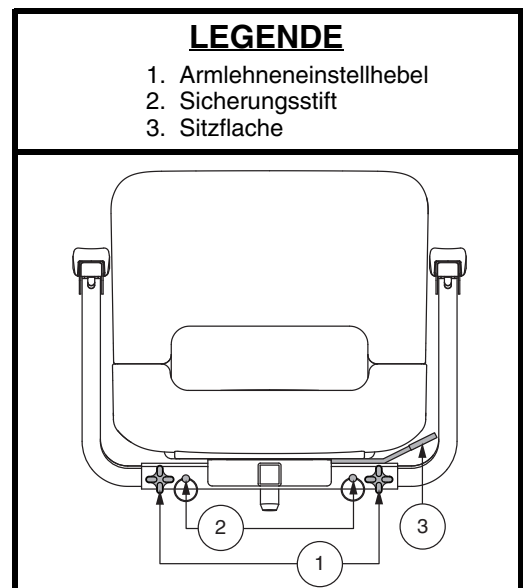

Abb. 18. Sitzeinstellungen
Der Hebel zur Verstellung der Sitzrotation befindet sich an der rechten Seite des Sitzrahmens und fixiert den Sitz in den unterschiedlichen Positionen. **Siehe Abb. 18.**
1. Lösen Sie die Armlehneinstellhebel. **Siehe Abb. 18.**